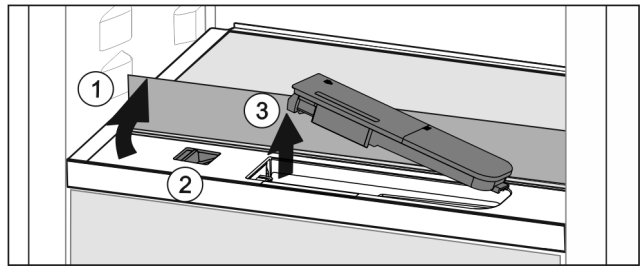

Fig. 109
- ▶ Glasplatte anheben und bis zum Anschlag nach hinten klappen Fig. 109 (1).
- ▶ Schieber Fig. 109 (2) nach links schieben.
- ▶ Wassertank entnehmen Fig. 109 (3).